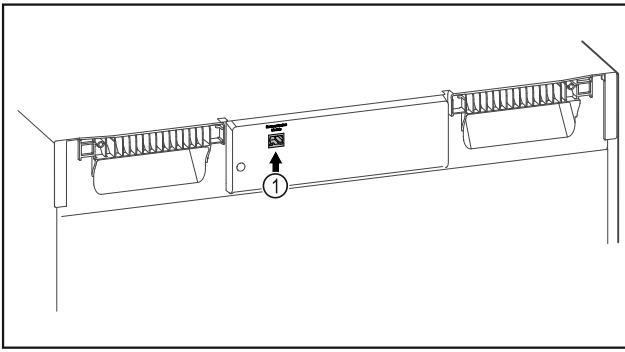

Fig. 87
- ☐ SmartModule Fig. 87 (1) ist eingesetzt.